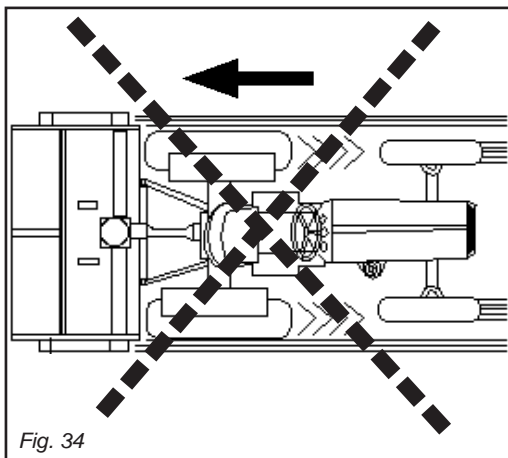

Fig. 34
Durante il lavoro evitare di effettuare curve con la macchina abbassata, né tantomeno lavorare in retromarcia (Fig. 34).
*Undgå under arbejdet at foretage sving, når maskinen arbejder i jorden og arbejdet ikke med maskinen når der bakkes (Fig. 34).*